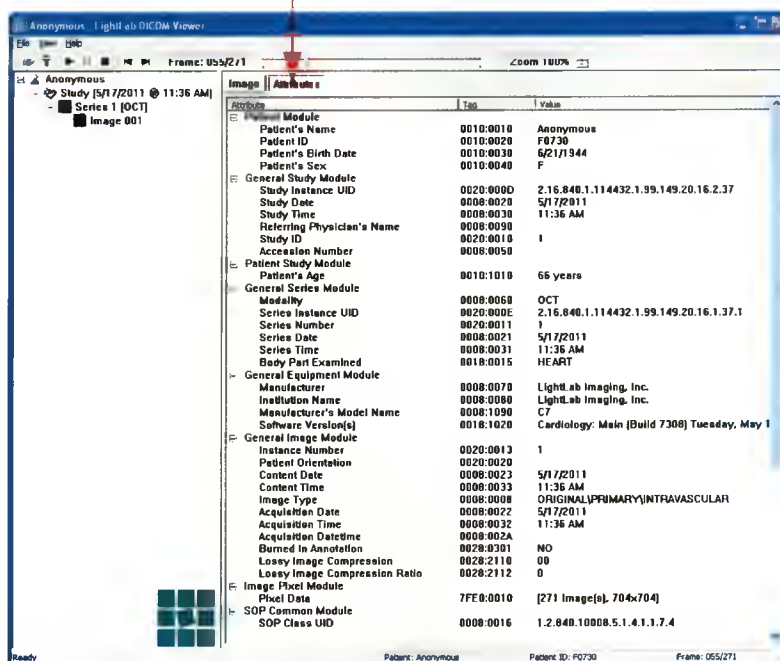

Рисунок 8-6: Средство просмотра изображений St. Jude Medical DICOM Viewer — окно атрибутов
- Вкладка **Attributes (атрибуты)** — содержит список всех модулей и атрибутов DICOM, содержащихся в текущем выбранном изображении (см. рис. 8-6).